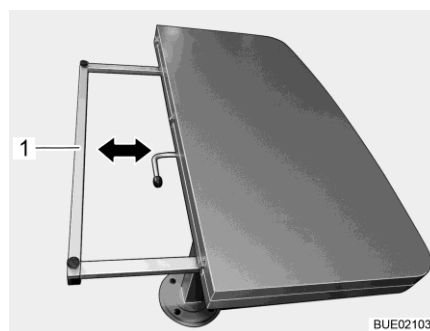

Fig. 132 Raccourcir le plateau de table
- Maintenir le cadre support (Fig. 132,1) des deux côtés et pousser de manière homogène jusqu'en butée sous le plateau de table.